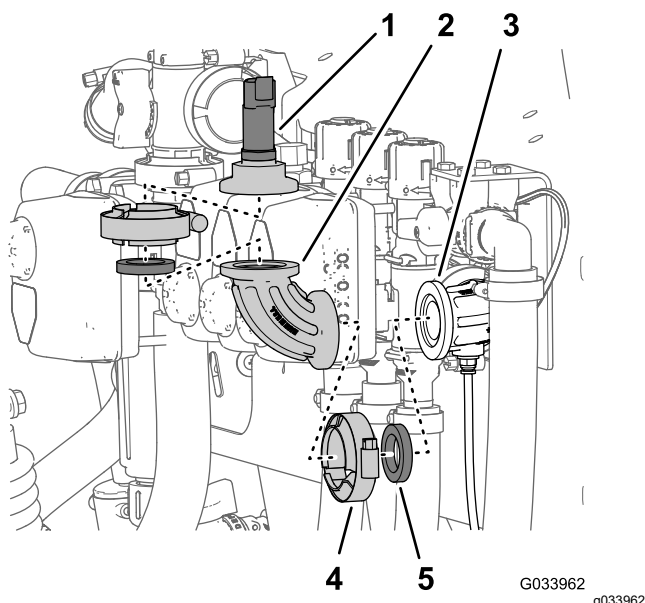

Bild 38
- Entfernen Sie die Flanschklammer, mit der der Druckwandler am 90°-Anschlussstück befestigt ist, und nehmen Sie den Umwandler, die Dichtung und Flanschklammer ab (Bild 38).
- Entfernen Sie die Flanschklammer, mit der das 90°-Anschlussstück am 90°-Anschlussstück mit einem Anschluss für den Messschlauch befestigt ist, und nehmen Sie das 90°-Anschlussstück, die Dichtung und Flanschklammer ab (Bild 38).